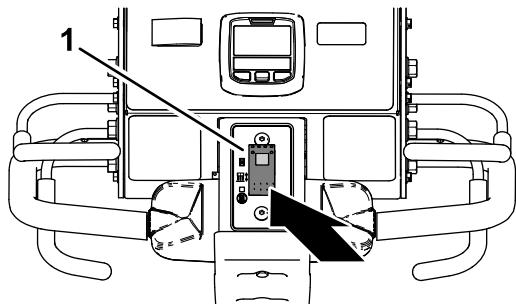

Figura 93
- Pulse la parte inferior del interruptor de control de descenso (Figura 93) hasta la posición de DESCENSO INMEDIATO.